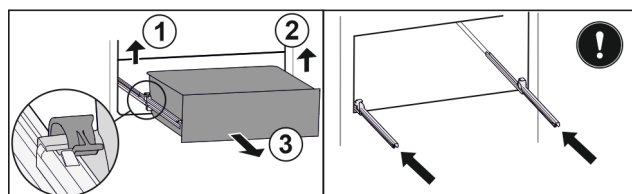

Fig. 62
- Løft den venstre klemme, og træk samtidigt skuffen i venstre side fremad. Fig. 62 (1)
- Løft den højre klemme, og træk samtidigt skuffen i højre side fremad. Fig. 62 (2)
- Tag skuffen ud fremsæfter. Fig. 62 (3)